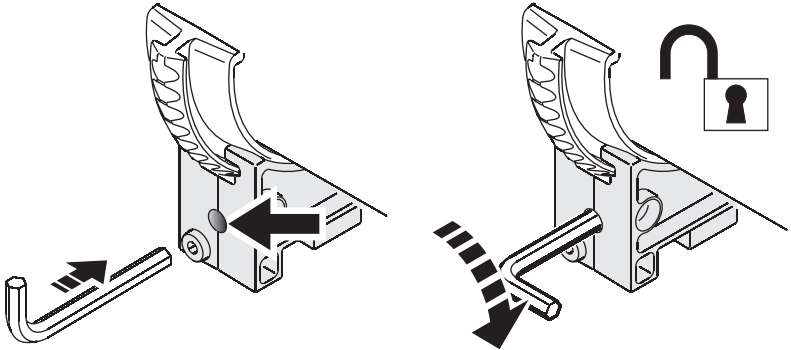

Figura 6: Desbloqueo del tilt
1. Observar la Figura 6. Insertar una llave Allen de 4mm en los agujeros del soporte de montaje de todas las luminarias instaladas. Presionar suavemente el tornillo allen de todas ellas y girar 1/4 de vuelta en sentido horario para soltar el bloqueo de tilt.